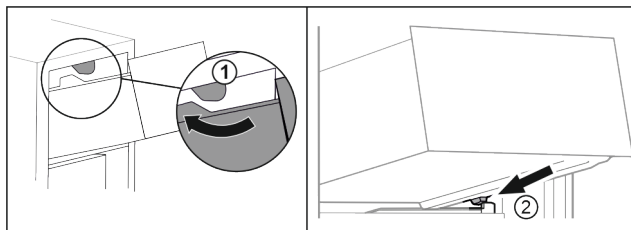

Fig. 63
- ▶ Før skuffen rundt de øvre stopperne. Fig. 63 (1)
- ▶ Sett skuffen på skrå bak de nederste stopperne på beholderribben. Fig. 63 (2)